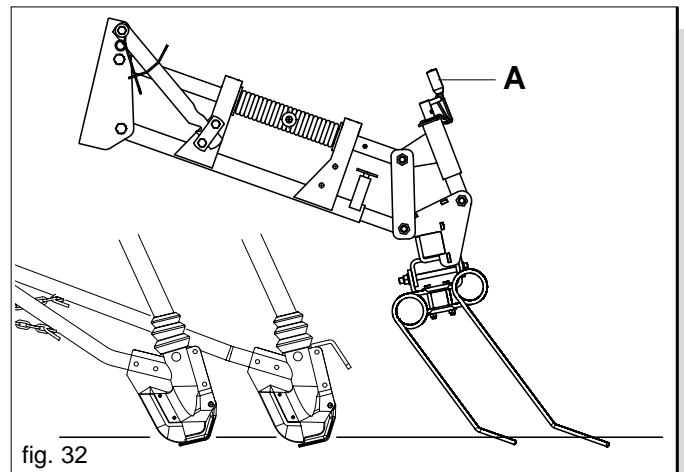

fig. 32
Die normale Arbeitsposition der Egge wird auf Abb. 32 illustriert. In dieser Position ist der Verschleiß der kurzen und langen Zähne gleichförmig. Durch Einwirken auf die Einstellkurbel (A) kann die Neigung der Egge verändert werden.